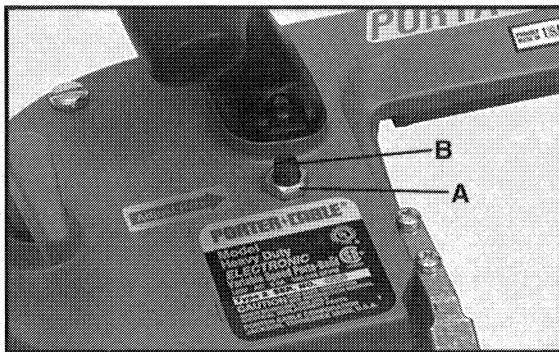

Fig. 5
2. Con una llave de $\frac{9}{16}$ " afloje la tuerca inaflojable de ajustes (A) Fig. 5, dé una o dos vueltas en el sentido contrario a las manecillas del reloj.
3. Con un destornillador (desarmador) de punta acampanada gire el tornillo de vía (B) Fig. 5, un cuarto de vuelta. Una rotación del tornillo en el sentido de las manecillas del reloj mueve la hoja hacia los baleros (rodillos) de guía. Una rotación en el sentido contrario a las manecillas del reloj la aleja de los baleros (rodillos) de guía.